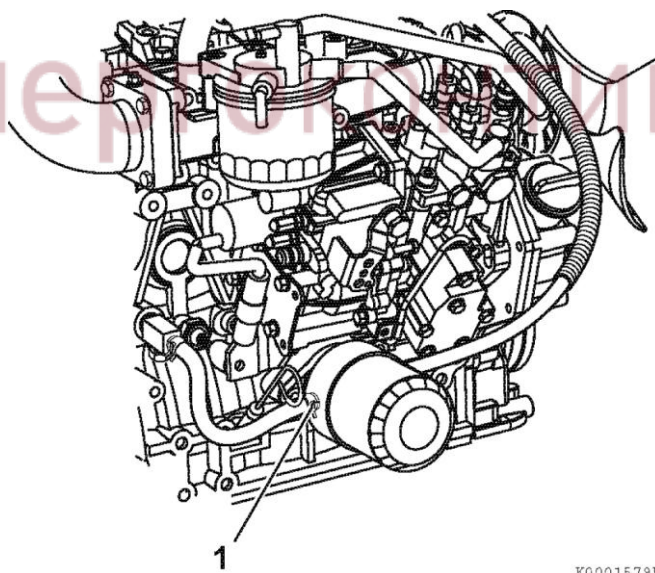

Рисунок 54
- На моделях с масляным радиатором, отсоедините шланг (рисунок 54 (1)) от масляного радиатора.